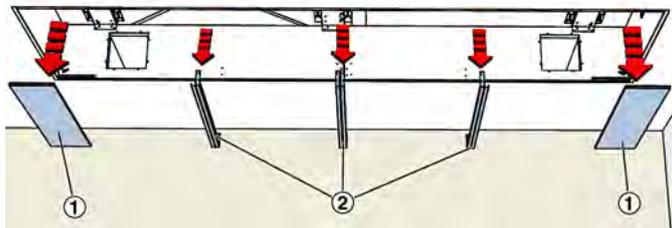

Abb. 41: Zarge eingebaut in geschlossene Zwischendecke
5. ► An der Zarge die Seitenblenden (Abb. 41 /1) entnehmen und für die spätere Verwendung lagern. Die Traversen (Abb. 41 /2) durch Lösen der Schrauben demontieren.